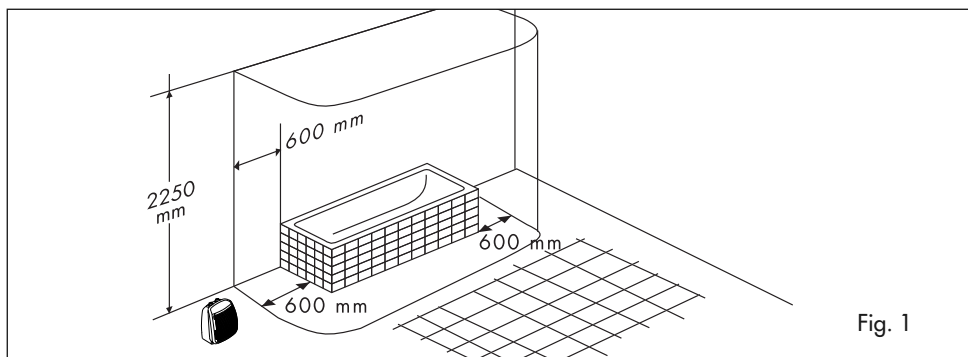

Fig. 1
- Se l'apparecchio viene utilizzato in una stanza da bagno con vasca o doccia, è necessario rispettare il "volume di protezione" come rappresentato in fig.1 e comunque deve essere installato lontano da rubinetti, lavelli, docce, ecc.